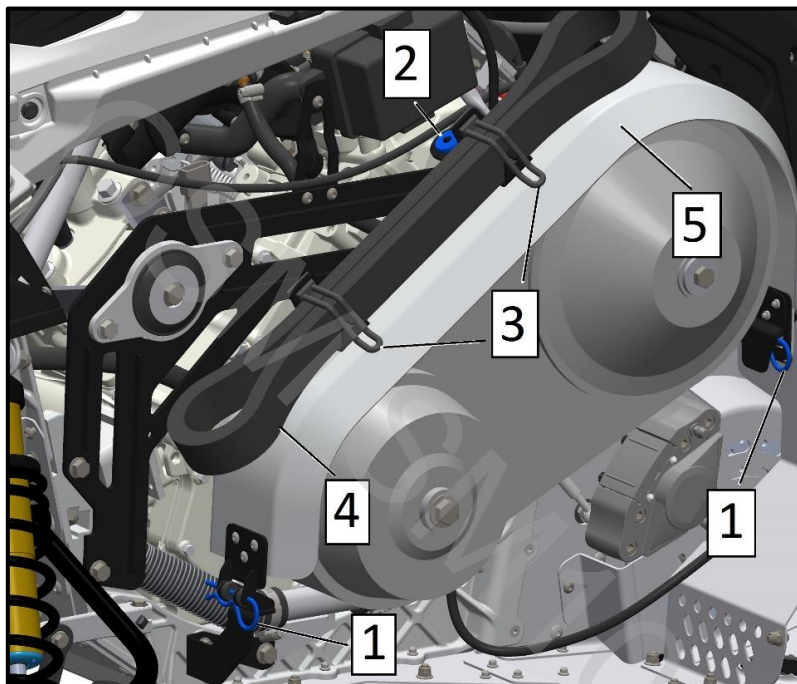

Рис. 18
3. Извлеките фиксирующие шплинты (поз. 1, рис. 18).
3. Снимите кожух вариатора (поз. 5, рис. 18).